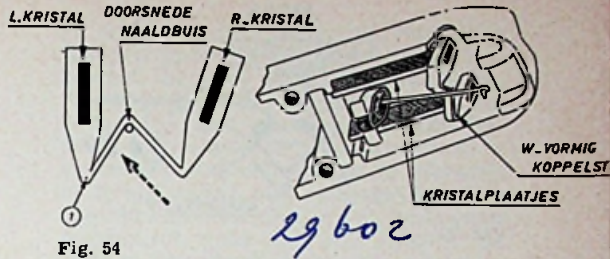

Fig. 54
plaatje (b) blijft stationnair. Voor normaalgroefplaten beweegt voor de laterale bewegingen van punt (4) het U-vormige deel van het koppelstuk op scharnierpunten (1) en (3) en worden beide kristalplaatjes getordeerd. Een heel apart en ingenieus scheidings-systeem vinden we bij de Philips' stereo-elementen (fig. 54). Hier heeft het koppelstukje uit soepele kunststof een W-vorm. De constructie en de werking zijn duidelijk; in de geschetste bewegingsrichting (R-kanaal), scharniert 't koppelstuk om punt (1), terwijl de naaldbuis het rechtergedeelte méétrekt en zodoende het rechterkristalplaatje tordeert.